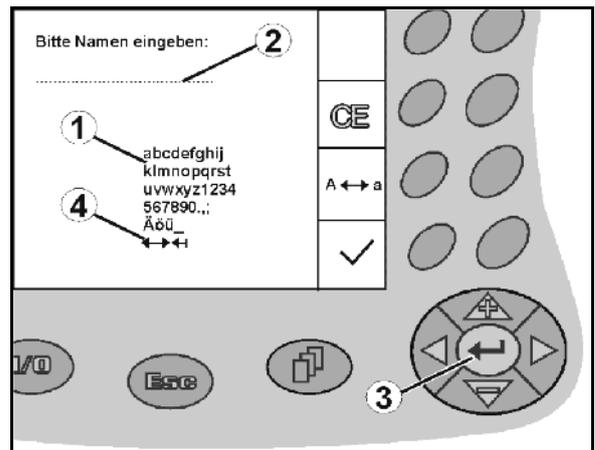

Fig. 12
Ist die Eingabe von Texten oder Ziffern am AMATRON+ nötig erscheint das Eingabemenü (Fig. 12).
Im unteren Teil des Displays erscheint ein Auswahlfeld (Fig. 12/1) mit Buchstaben, Ziffern und Pfeilen aus dem die Eingabezeile (Fig. 12/2) gebildet wird (Text oder Ziffer).
Auswahl von Buchstaben oder Ziffern im Auswahlfeld (Fig. 12/3).
-  Übernehmen der Auswahl (Fig. 12/3).
Die Pfeile  im Auswahlfeld (Fig. 12/4) ermöglichen ein Bewegen in der Textzeile.
Der Pfeil  im Auswahlfeld (Fig. 12/4) löscht die letzte Eingabe.